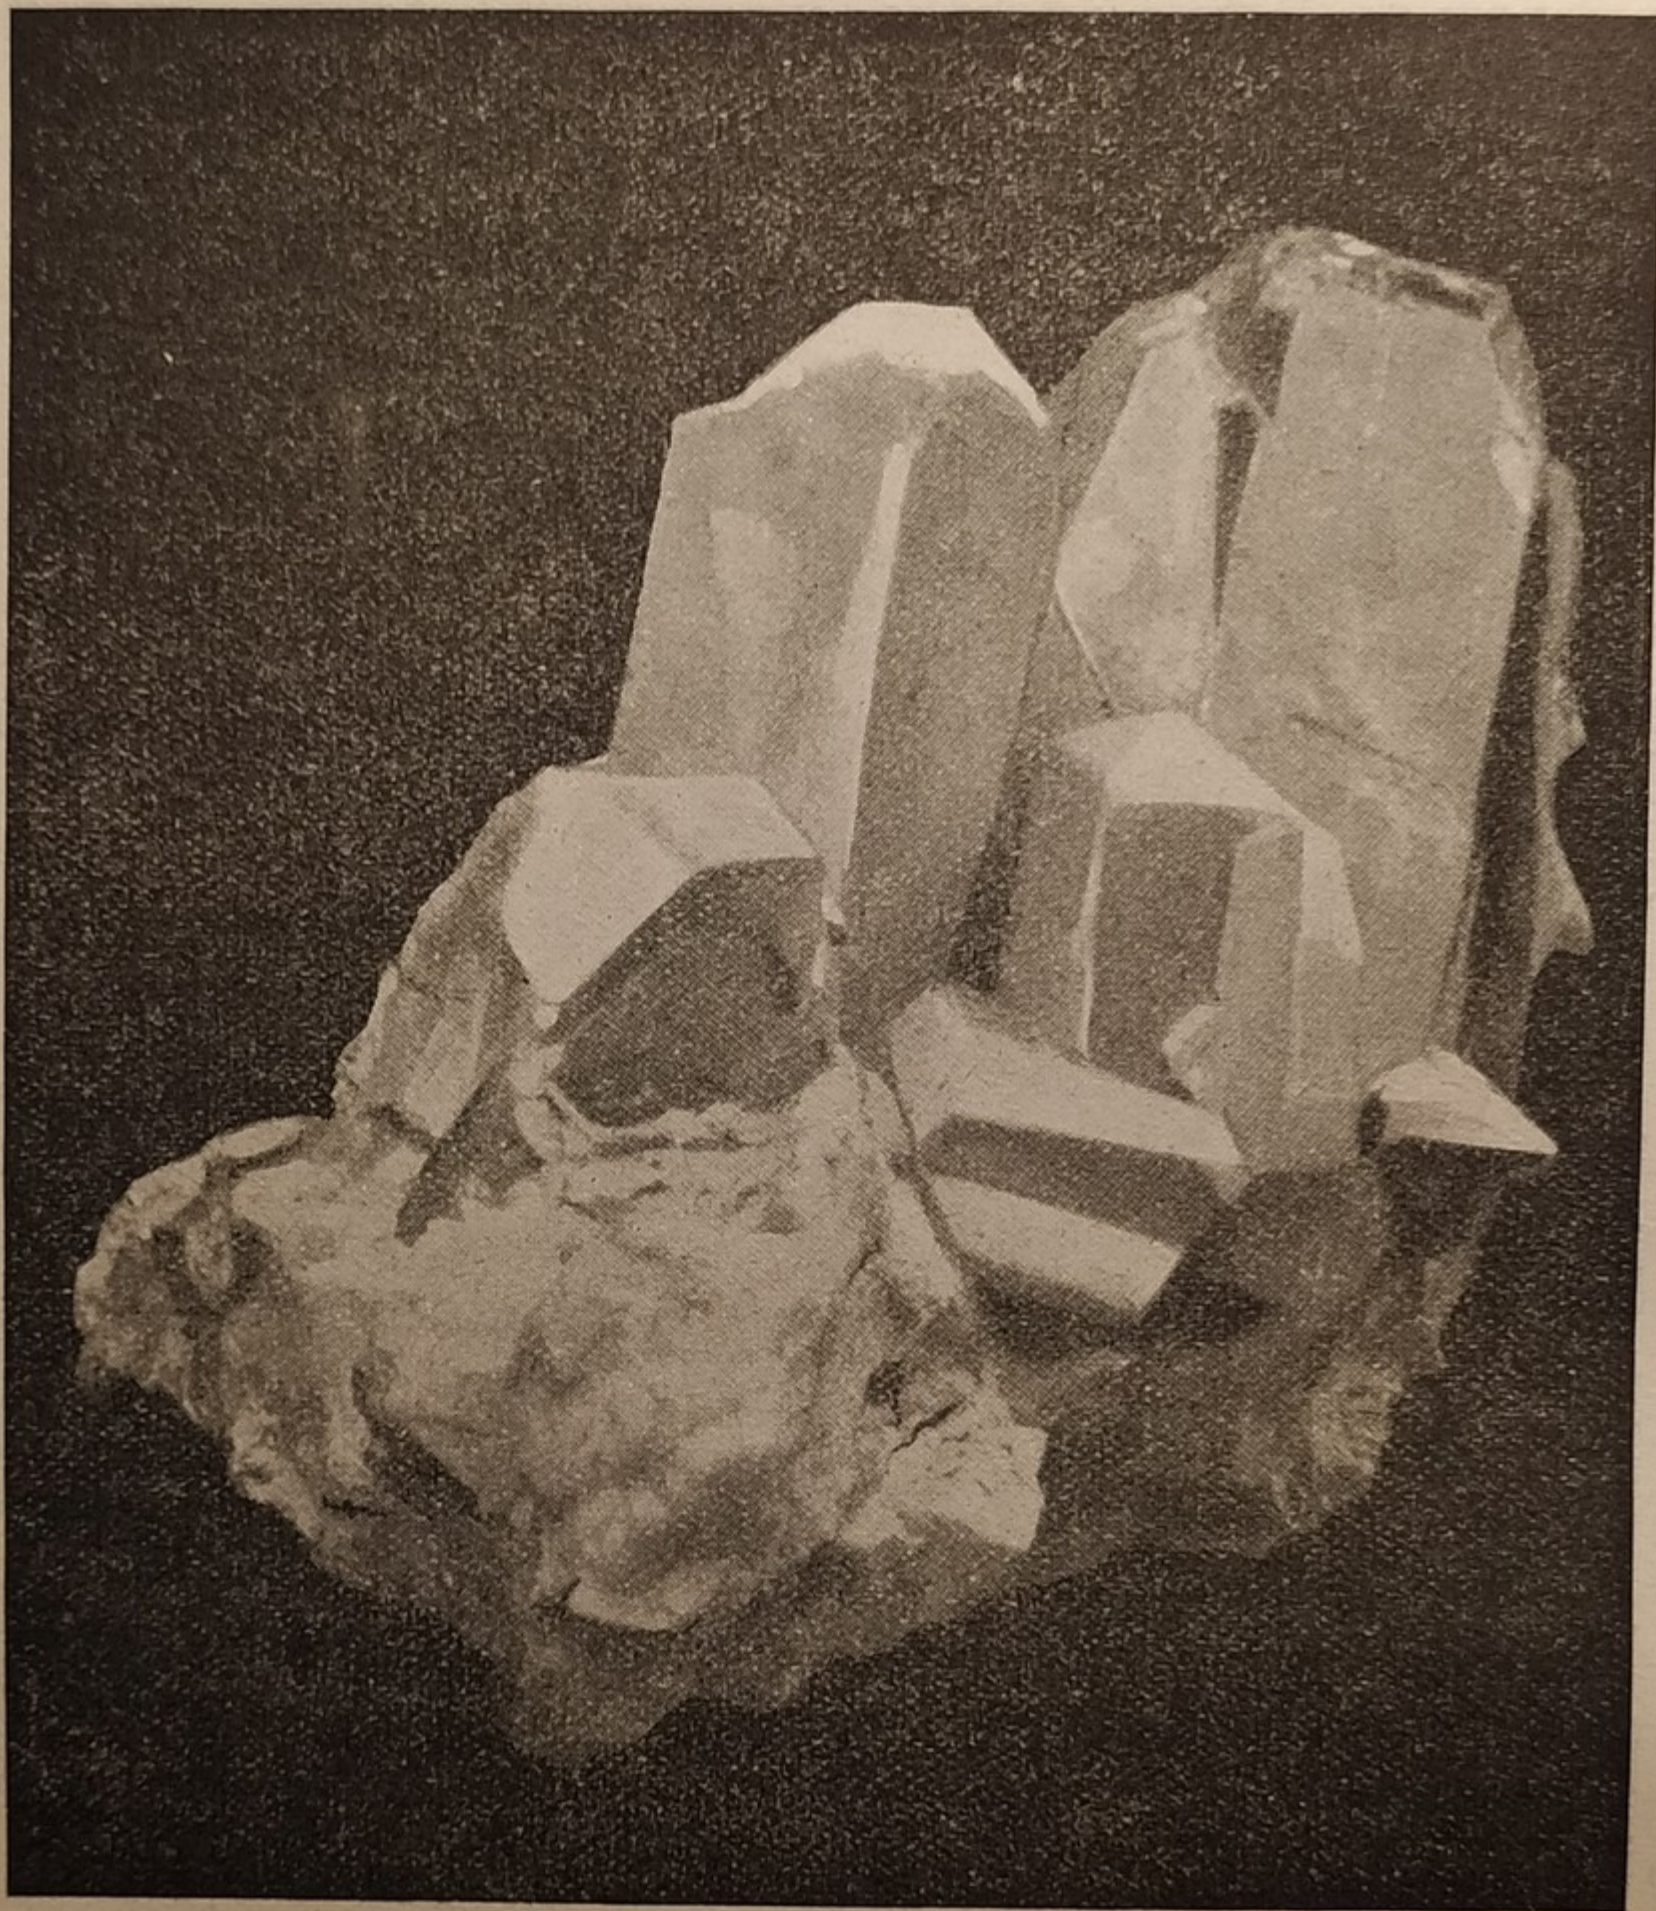

FIG. 141. Cristalli di ortoclasio.
Ortoclasio od Ortose (1). — *Trisilicato d'alluminio e potassio* KAlSi_3O_8 . Sistema *monoclino* (fig. 141, vedi anche Tav. I, fig. 4).